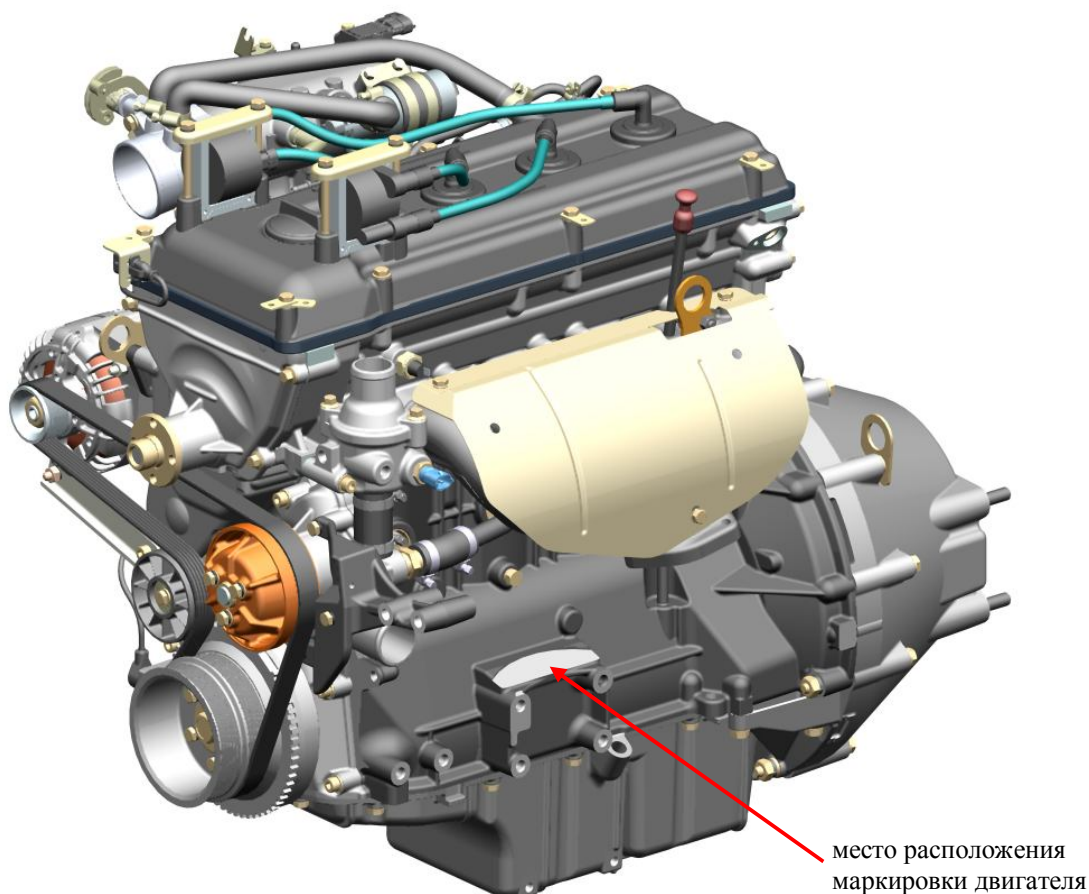

Рис.1. Общий вид двигателя с кронштейном насоса ГУР
**Идентификационный номер двигателя** наносится в одну строчку на обработанную поверхность площадки блока цилиндров, находящейся с левой стороны над бобышками крепления передней опоры двигателя (рис.1).